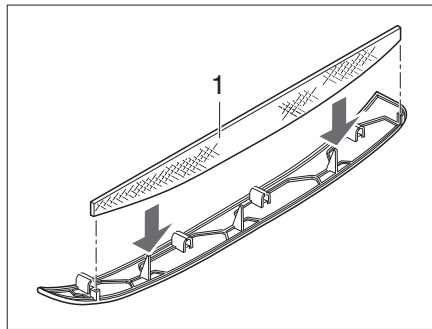
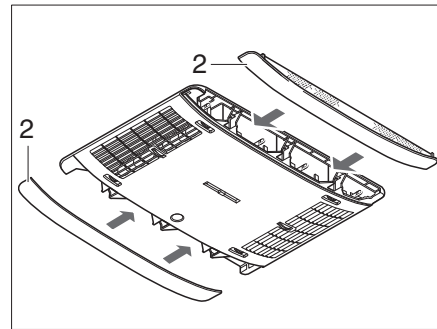

Fig. 156 Filtre à peluches de la climatisation
Fig. 157 Panneaux de la climatisation
Dans les panneaux latéraux (Fig. 157,2) se trouvent deux filtres à peluches. Les filtres à peluches doivent être nettoyés, et si nécessaire remplacés, à intervalles réguliers, au moins cependant tous les 6 mois.
- Enlever le panneau (Fig. 157,2) du distributeur d'air et nettoyer ou, si nécessaire, remplacer le filtre à peluches (Fig. 156,1).